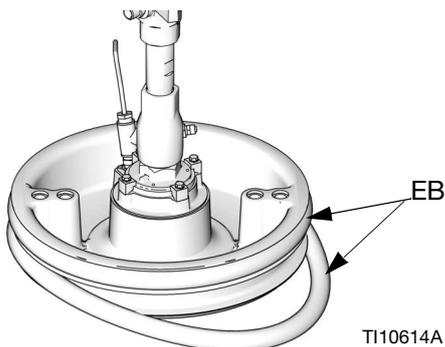

ABB. 42
1. Werkzeuge aus Holz oder Kunststoff verwenden, um eine Beschädigung des Abstreifers (EB) zu verhindern. Sämtliches Material aus den Dichtungsnuten entfernen.
2. *An der Unterseite beginnen* und einen Abstreifer (EB) im Winkel über die Rückseite der Platte (AD) ziehen. Siehe ABB. 42.
3. Abstreifer (EB) in obere Nut einlegen und die Vorderseite des Abstreifers in die Nut führen.
4. Bei einer 55-Gallonen-Platte den zweiten Abstreifer (EB) in untere Nut einlegen und die Vorderseite des Abstreifers in die Nut führen.